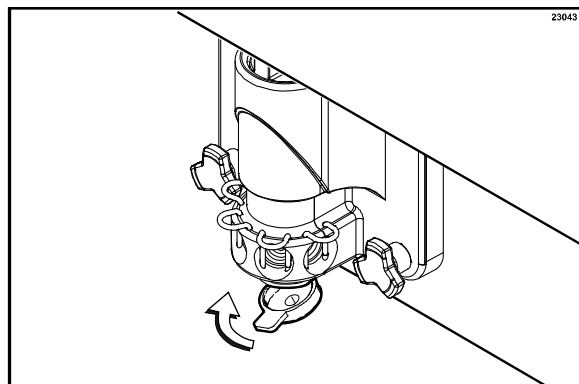

Figure 27
8. Placer le bouchon du restricteur sur le bec de la porte de l'unité de réfrigération (Cf. Figure 27).